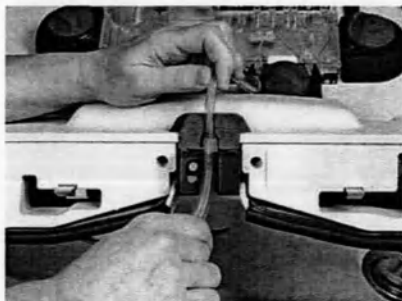

Рисунок 6-7: Установка верхнего воротника в держатель
- 2 Заведите верхний воротник под держатель верхнего воротника и вставьте линию в держатель. Потяните линию вверх для фиксации верхнего воротника в держателе (рис. 6-7).